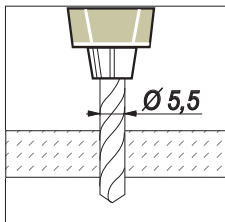

Abb. 1 Fig. 1
- Bohren Sie an der Montagestelle ein Loch mit einem Durchmesser von 5,5 mm (Abb. 1).
For mounting and connection refer to fig. 1, 2, 3, 4.